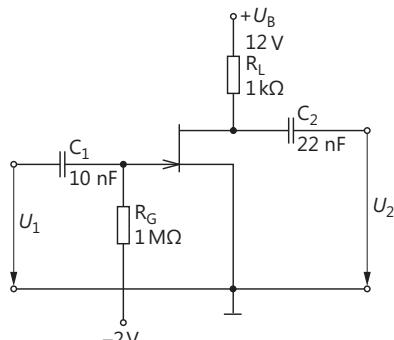

Bild 8.52
- Was stellt die Schaltung in Bild 8.52 dar? Beschreiben Sie die Arbeitsweise.